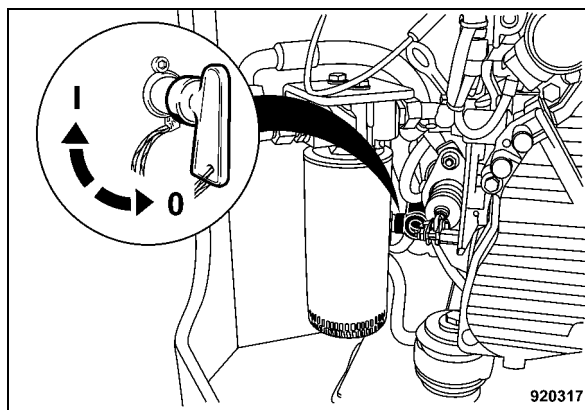

Fig. 82
- Porre l'interruttore principale della batteria (Fig. 82) in posizione "0", estrarlo e stivarlo in modo sicuro.